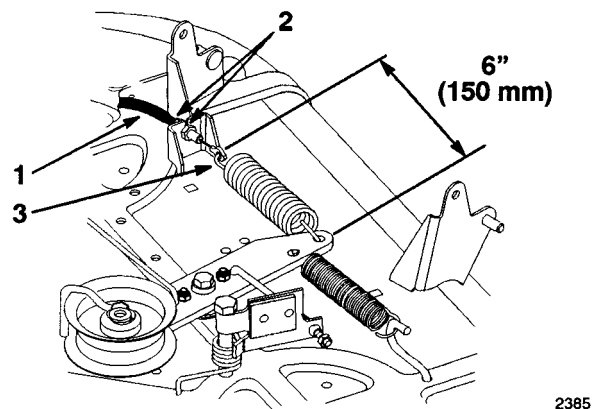

Fig. 46
12. Sett hendelen for knivkontroll i inngrep på instrumentbordet. Mål avstanden mellom tomgangsfjærens krokender (fig. 46). Justér mutrene slik at avstanden blir 150 mm (fig. 46).